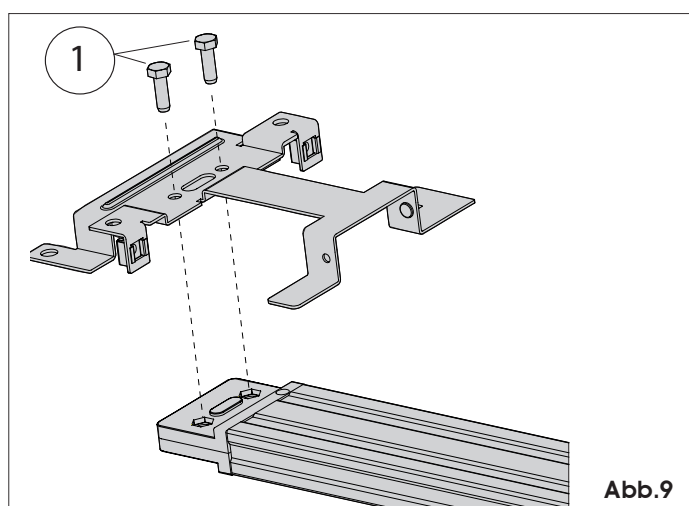

Abb.9
Vor der Fixierung der Gleitführung an der Decke die hintere Befestigung an die entsprechende Aufnahme auf der Zugkupplung zusammenbauen und die Schrauben laut Abb. 9 Bez. ① anschrauben.